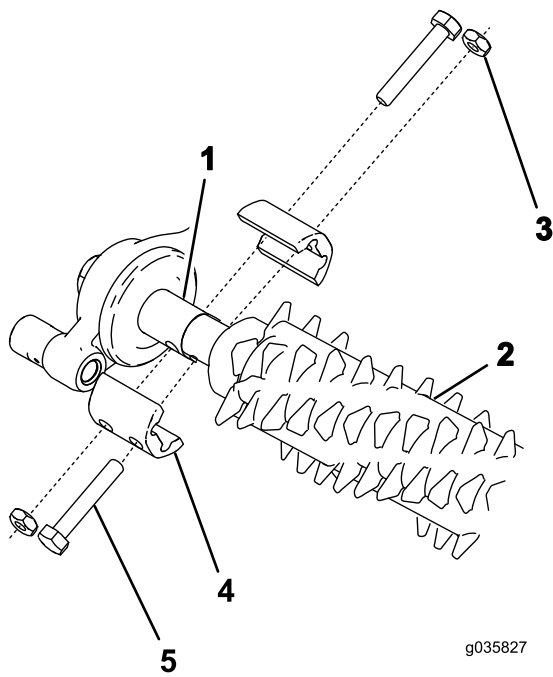

图14
3. 如图14所示，用 4 个螺栓 ($\frac{1}{4} \times 1\frac{1}{2}$ 英寸)、4 个锁紧螺母和 4 个轴夹将疏草刀固定到机器。